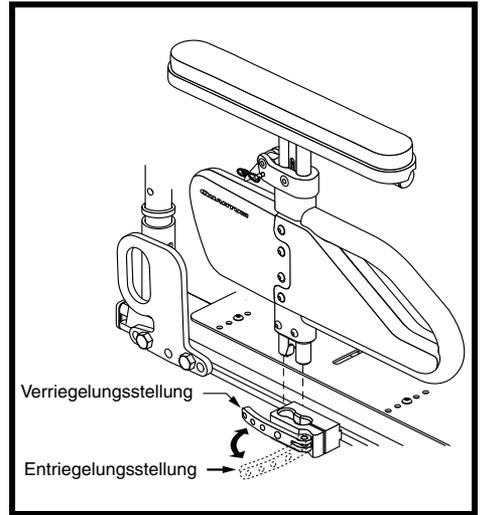

Abbildung 25. Anbringung/Entfernung der schnell höhenverstellbaren Armlehne mit einer Stütze
1. Legen Sie den Verriegelungshebel der Armlehne nach vorne um. **Siehe Abbildung 25.**
1. Setzen Sie die Armlehneneinheit in die Halterung ein. **Siehe Abbildung 25.**